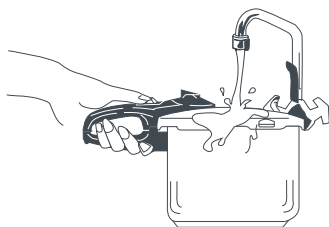

Fig.12
2. Éliminer la pression en refroidissant l'autocuiseur à l'eau froide. Cette méthode est employée pour réduire la pression de l'autocuiseur le plus rapidement possible, comme c'est le cas avec la plupart des légumes et fruits de mer. Pour ce faire, placez l'autocuiseur dans l'évier et faites couler l'eau du robinet sur le couvercle jusqu'à ce qu'il n'y ait plus de vapeur et que l'indicateur de pression descende (Fig. 12). Lorsque vous placez l'autocuiseur dans l'évier, inclinez-le pour que l'eau froide coule sur les côtés de l'appareil, loin du manche du couvercle. Une fois la pression éliminée et l'indicateur de pression redescendu, passez au point numéro 4 de cette section. Ne plongez jamais l'autocuiseur dans l'eau.